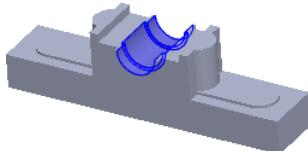
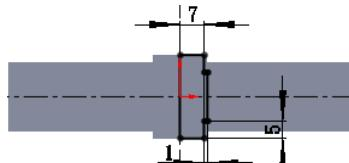

图 5.39.12 切除-旋转 1
图 5.39.13 横断面草图（六）
Step7. 创建图 5.39.12 所示的特征切除-旋转 1。横断面草图如图 5.39.13 所示。